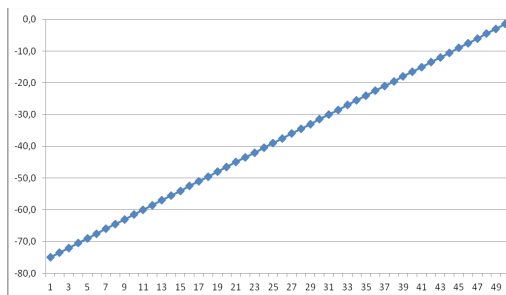

Abb. 4
4. Lautstärkeskala #4 – Das ist eine lineare dB-Skala (Abb. 4).